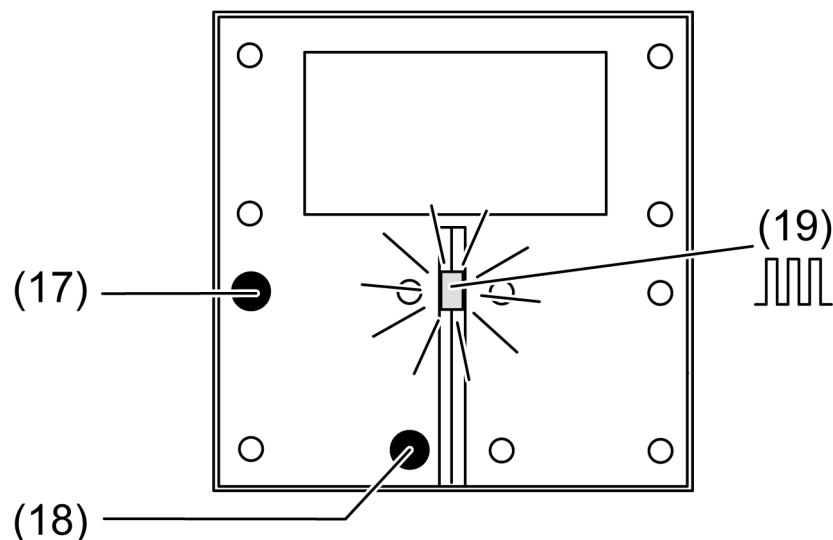

Bild 4: Programmiermodus aktivieren
- Programmiermodus aktivieren: Taster (17) (siehe Bild 4) drücken und halten. Anschließend Taster (18) drücken. Die Betriebs-LED (19) blinkt schnell.
- Physikalische Adresse programmieren. Betriebs-LED (19) kehrt in den vorherigen Zustand – aus, ein oder langsam blinken – zurück.